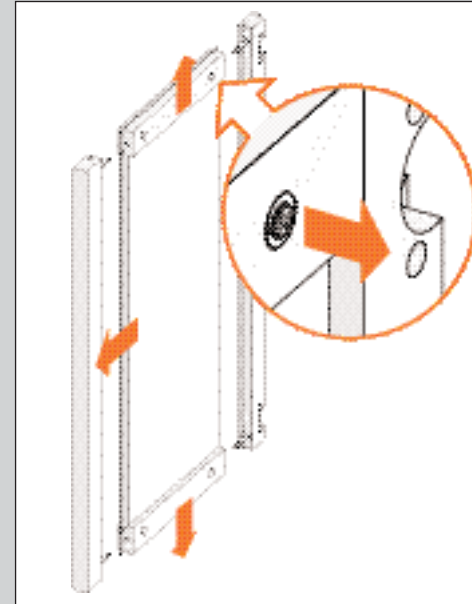

ABBILDUNG 17
1. Lockern Sie die Verbinder (siehe Abb. 17).